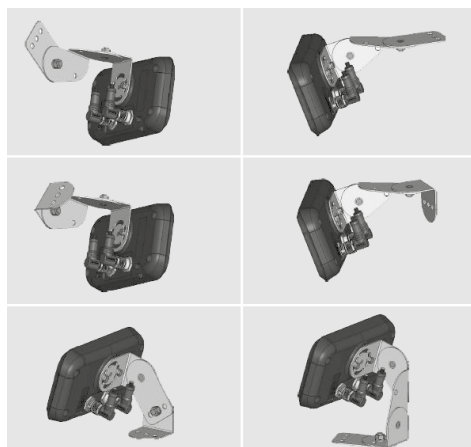

Figura 1: Configurațiile suportului
2.2 Suportul poate fi asamblat în diverse moduri pentru a permite mai multe configurații de montare (vezi figura 1).